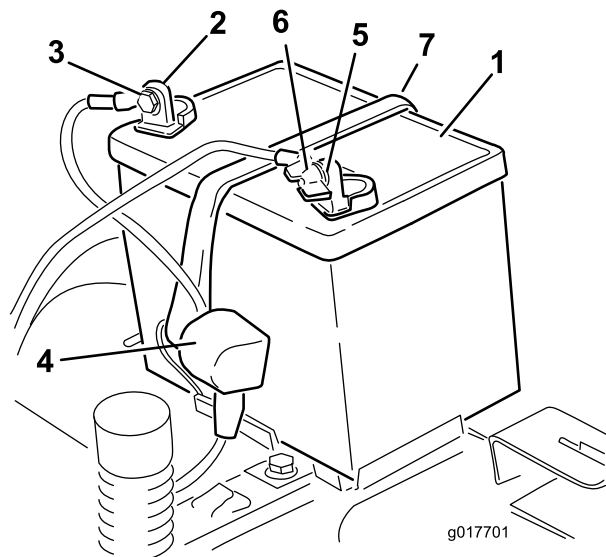

Figure 37
4. Débranchez le câble négatif (noir) de mise à la masse de la borne de la batterie (Figure 37). Conservez toutes les fixations.
5. Repoussez le capuchon en caoutchouc sur le câble positif (rouge). Débranchez le câble positif (rouge) de la borne de la batterie (Figure 37). Conservez toutes les fixations.
6. Déposez la barrette de maintien de la batterie (Figure 37) et soulevez la batterie de son support.
1. Placez la batterie dans son support (Figure 37).
5. Fixez la batterie en place à l'aide de la barrette de maintien (Figure 37).